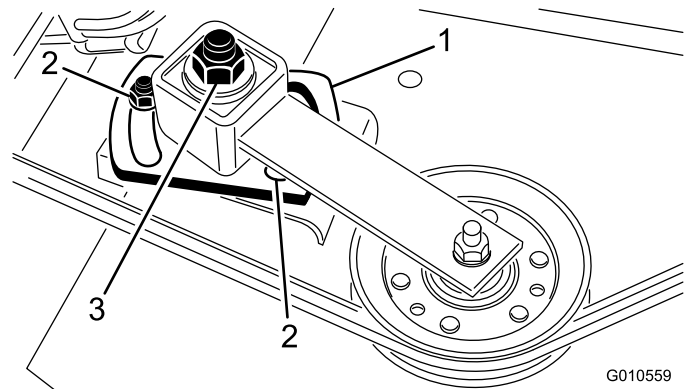

図 28
4. アイドラプレートを固定しているナット（2個）をゆるめる。ソケットとトルクレンチを使用して、アイドラ調整ナットを 25-30 ft-lb (24-41 N-m = 4.8-5.5 kg.m) にトルク締めする（図 28）。